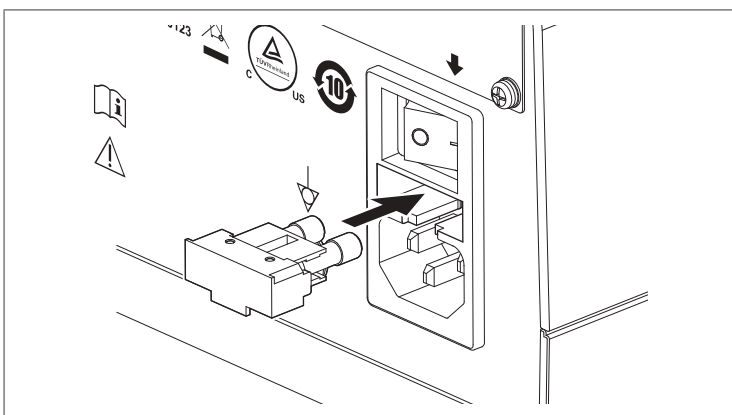

Figura 6.6
8. Împingeți cutia cu siguranțe în procesor cu un deget, până când se înclichetează în poziție (consultați Figura 6.6).